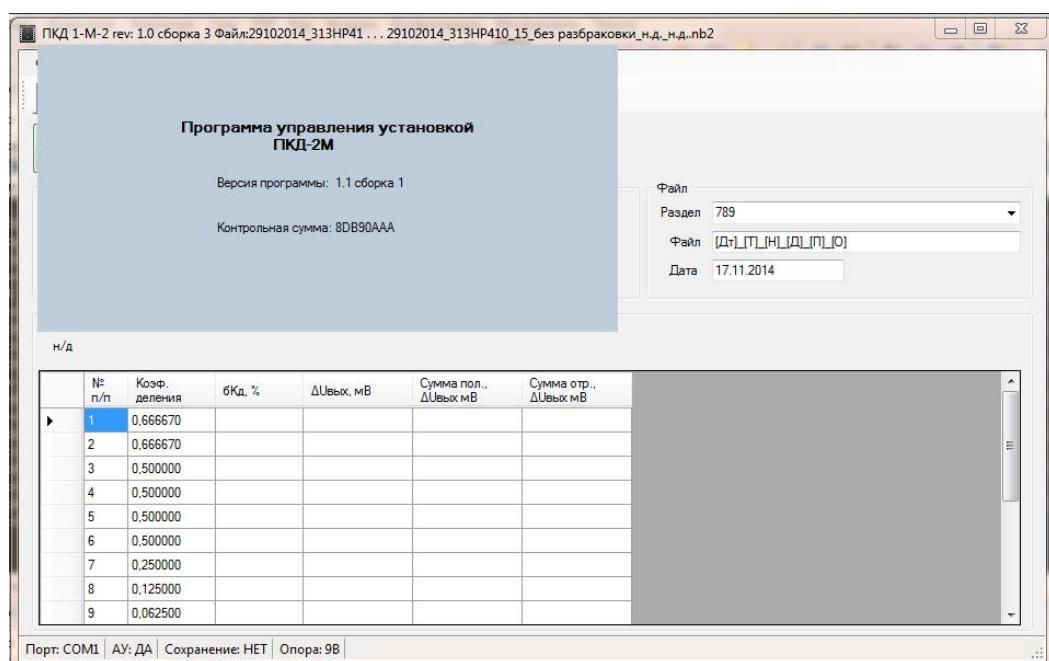

Рисунок 11
3.6.5.1 Для идентификационных данных программного обеспечения (ПО) (версии, контрольной суммы) запустить программу ПКД 1-М-2rev. При этом отобразится меню с идентификационными данными ПО (рисунок 11)